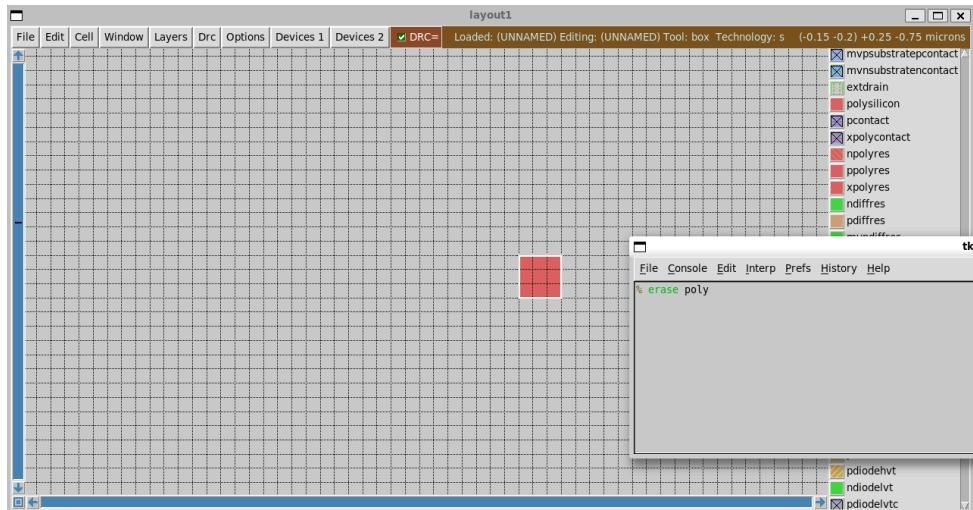

Figura 19: Digitando o comando 'erase poly' no console para apagar a camada.
Passo 3: Digitar o comando de remoção Com a área definida, digite no console o comando `erase <nome_da_camada>`. Por exemplo, para remover uma região com a camada `poly`, digite `erase poly`, conforme a Figura 19.